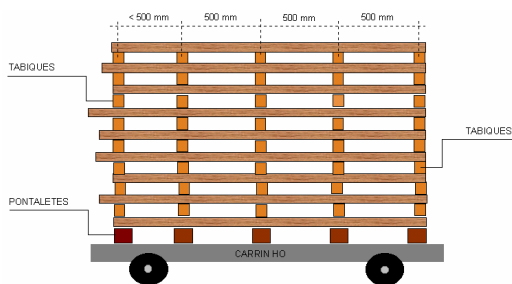

Figura 04: Desenho esquemático de formação de pacote
- Formação dos Pacotes: na formação dos pacotes de madeira devem ser utilizados tabiques uniformes dimensionalmente. Peças de madeira, com dimensões maiores em relação à espessura, necessitam de sarrafos separadores maiores, enquanto que peças de madeira com menor espessura consideram tabiques menores. Na figura 04 pode ser visualizado a formação dos pacotes.